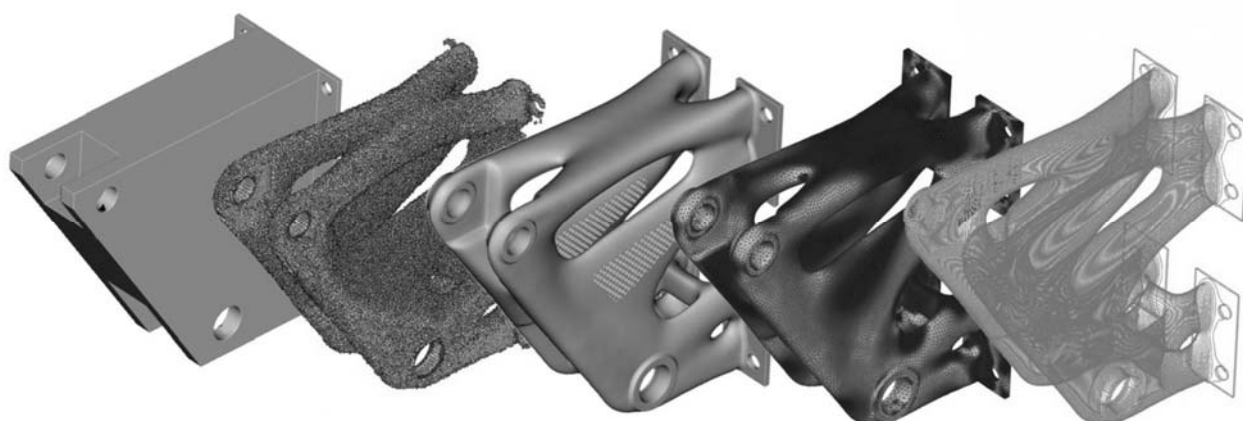

Рисунок 2.3 – Пример оптимизации топологии
*Оптимизация топологии.* Оптимизация топологии на основе моделирования помогает создавать конструкции с минимальной массой и максимальной жесткостью (рисунок 2.3). При оптимизации топологии определяемое пользователем проектное пространство и варианты нагрузки анализируются для определения областей, из которых можно удалить материал. Затем результат моделирования можно использовать для проектирования деталей с оптимальными характеристиками для подобных сценариев нагрузки.